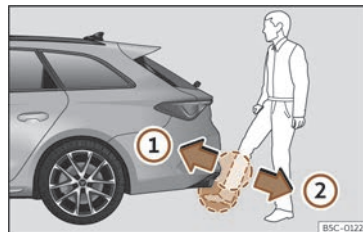

Fig. 89 Portón do maleteiro con apertura controlada por sensor (Easy Open).
- » » » **fig. 89** ①.
»» **fig. 89** ②. O portón traseiro ábrese automaticamente.